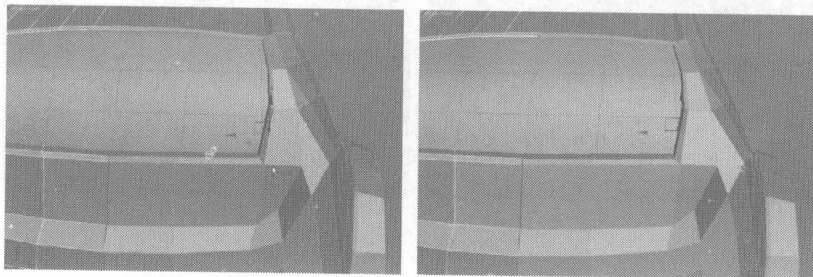
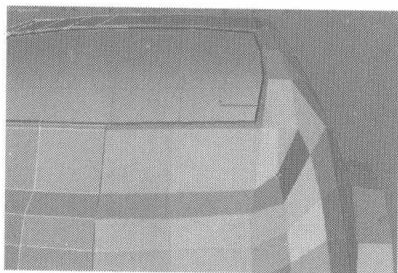

图 7.127
图 7.128
- 24** 选择汽车后车窗侧面的曲线，单击 **Connect** 按钮，添加一条曲线，如图 7.127 所示。单击右键，在弹出的快捷菜单中选择 **Cut** 命令，在如图 7.128 所示的位置切出细分曲线。